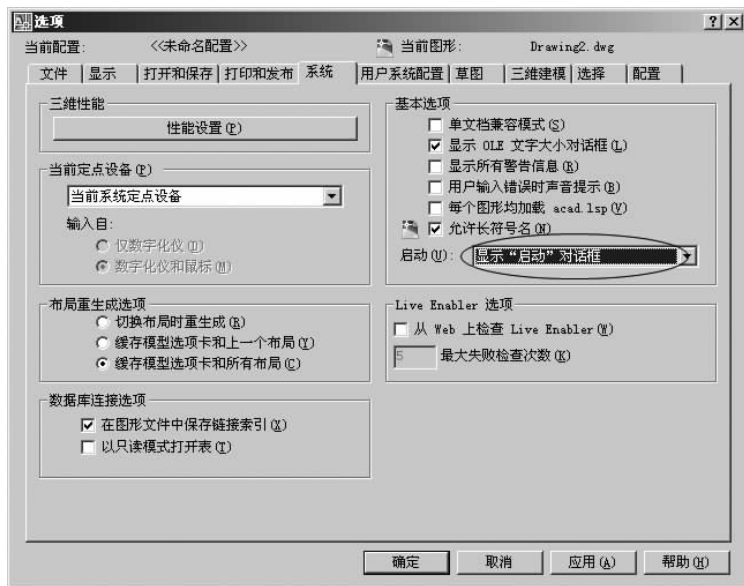

图 2-1 设置“显示‘启动’对话框”选项
(2)在对话框中切换到“系统”选项卡,在“启动”下拉列表框中选择“显示‘启动’对话框”选项,如图 2-1 所示。